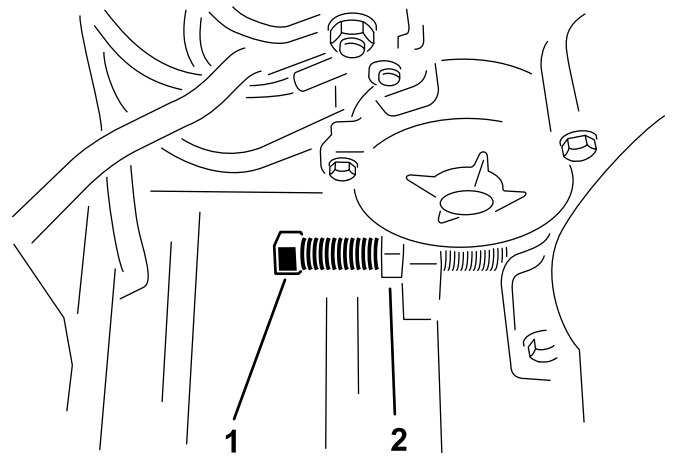

Bild 22
3. Lockern Sie die Klemmmutter und drehen Sie die Einstellschraube für den Riemen, bis Sie die gewünschte Riemen Spannung erzielen (Bild 22).
5. Stellen Sie Motor so ein, dass er mit dem Rahmen parallel ist. Ziehen Sie die Motorbefestigungsschrauben weiter an(Bild 22).